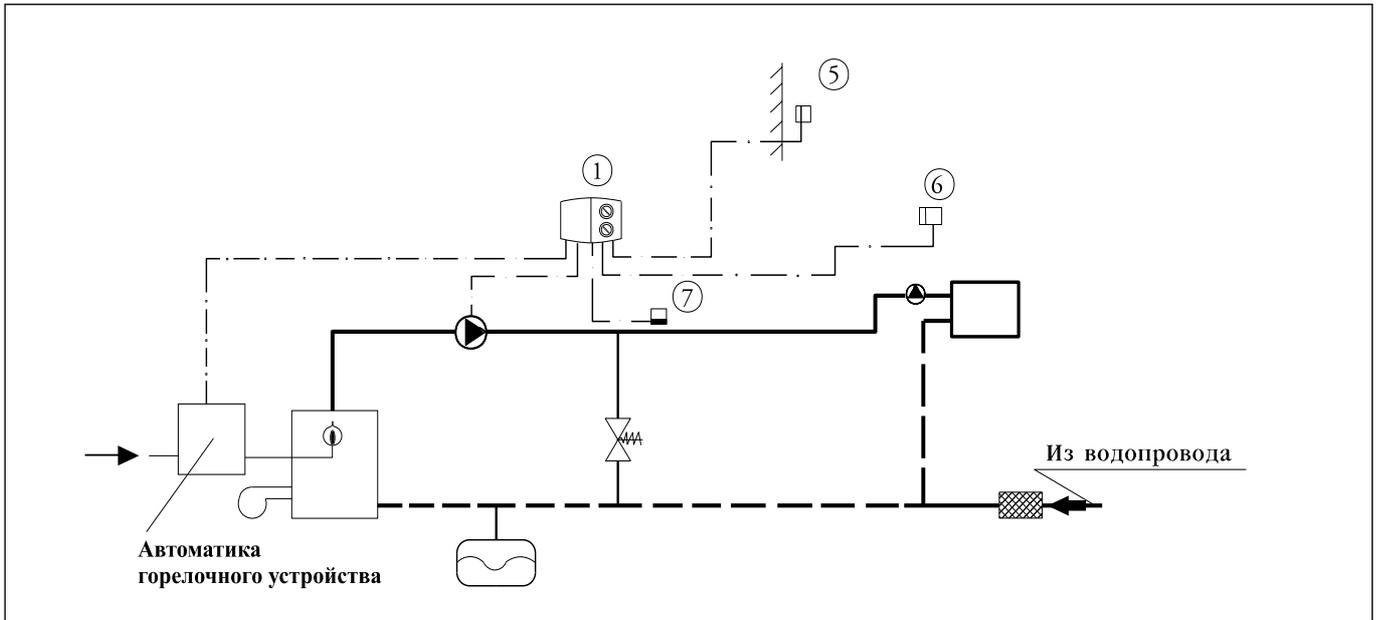

Рис. 1. Схема автоматизации системы отопления одноквартирного жилого дома с индивидуальным котлом
В схеме, изображенной на рис. 2, погодную компенсацию температуры теплоносителя в системе отопления осуществляет электронный регулятор типа ECL 100M (2), управляющий регулирующим клапаном VS2 (10) с электроприводом AMV100 (14), установленным в контуре греющего теплоносителя. ECL 100M может дополнительно выполнять такие же функции, что и ECL 100B (см. комментарии к схеме на рис. 1).